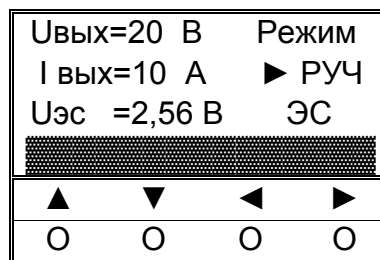

Рисунок 18
5. С помощью кнопок управления «◀», «▶» установить ползунок в крайнее правое положение, проконтролировать значения параметров: $U=18...22В$, $I=2,5...2,6А$ (рисунок 18).